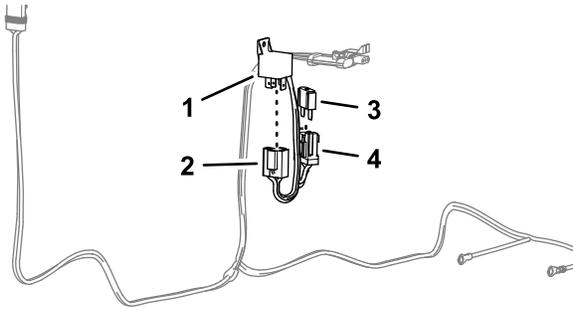

図3
1. 電源ハーネスの4端子コネクタに、リレーを接続する 図3。
2. 電源ハーネスのヒューズホルダーのソケットに、ヒューズ60 Aを挿入する 図3。